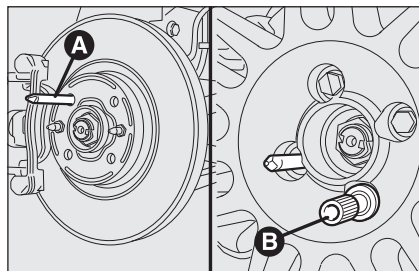

fig. 9
- ☐ apriete el espárrago de centrado **A-fig. 9** en uno de los orificios de los tornillos de fijación presentes en el buje;